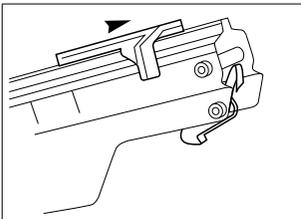

Рис. 1
1. Откройте магазин: потяните толкатель назад, чтобы зафиксировать защелку. (Рис. 1)